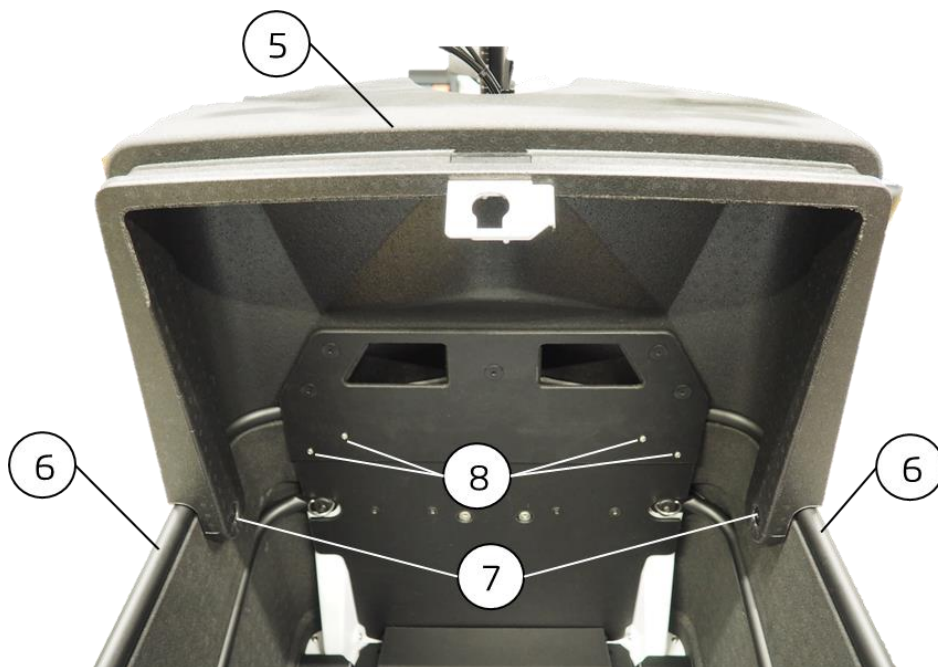

Abb. 3/ fig. 3
Das hintere Deckelteil wird an den Seiten mit zwei Schaumschrauben ⑦ und an der Rückplatte mit vier Linsenschrauben ⑧ befestigt (Abb. 3).
The rear cover part is fastened on the sides with two foam screws ⑦ and on the back plate with four head screws ⑧ (fig. 3).